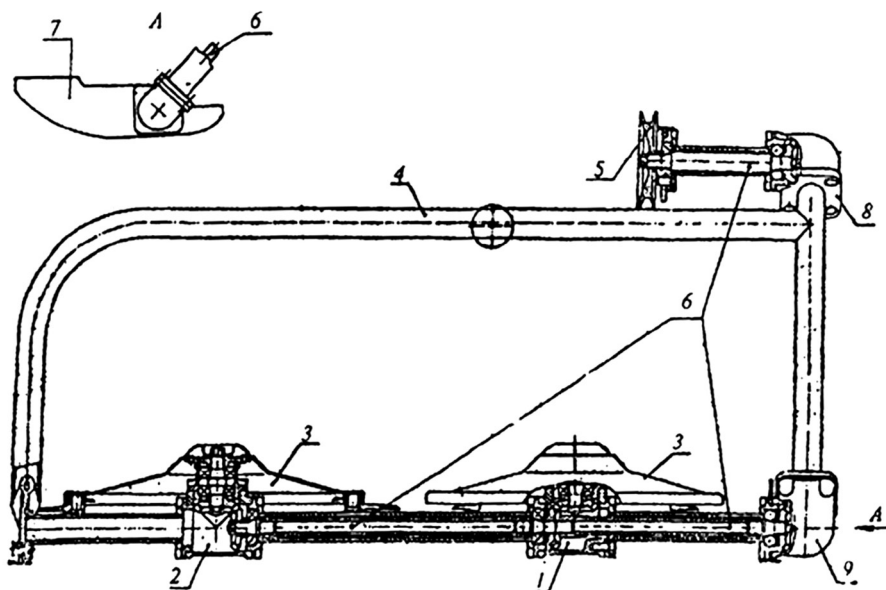
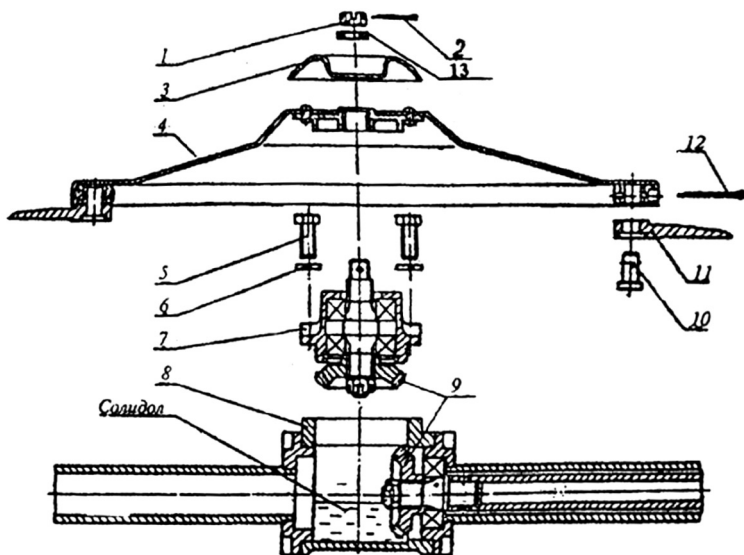

Рис.1. Косилка роторная
Рис.2. Режущий диск и его привод
5.1. Общий вид косилки представлен на *Рис. 1*. Конструкция режущих дисков и редуктора привода дисков представлены на *Рис. 2*.
5.2. Передача крутящего момента от приводного шкива 5 (*рис. 1*) к режущим дискам передается с помощью шлицевых торсионных валов 6 и кони-
ческих шестерен 9 (рис. 2).
7.6. После первых 30 минут работы новой косилки необходимо остановить двигатель мотоблока и проверить крепление деталей 1 ;2; 10; 11 и 12 (*Рис. 2*), а также затяжку крепления деталей косилки.
8.2.1. Для заполнения редуктора привода первого и второго режущих дисков 1 и 2 (*рис. 1*) необходимо отвернуть гайку 1 (*рис. 2*), снять шайбу защитную 3 и диск 4, отвернуть четыре болта 5, снять пружинные шайбы и корпус ведомой шестерни 7.
8.2.2. Для заполнения верхнего углового редуктора 8 (*рис. 1*) необходимо отвернуть четыре болта крепления редуктора к раме 4, затем снять редуктор 8 вместе с приводом от шкива 5. В полость редуктора добавить 50 мл смазки. Сборку редуктора произвести в обратном порядке.
8.2.3. Для заполнения нижнего углового редуктора 9 (*рис. 1*) необходимо отвернуть четыре болта крепления редуктора к раме 4 и два болта крепления редуктора привода второго режущего диска 2 к раме 4, затем снять нижний угловой редуктор вместе с редуктором 1 и 2. В полость 9 добавить 50 мл смазки.